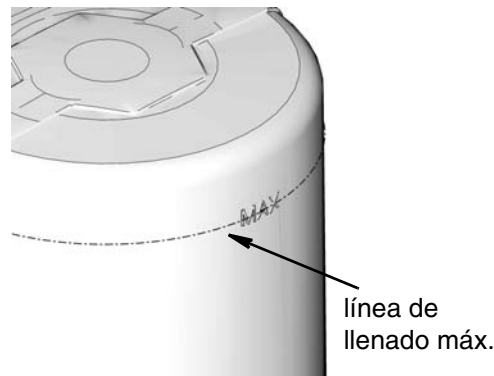

FIG. 8
- No lo llene en exceso (FIG. 8).